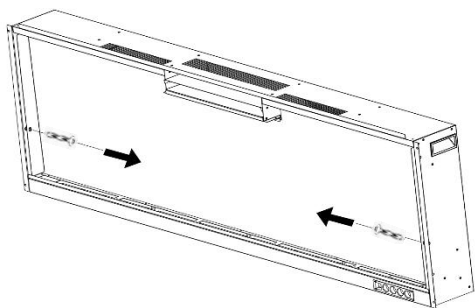

Fig. 2-1
A. Fjern skruerne (1 pr. side) fra siderne af pejsen. Læg skruerne til side (**fig. 2-1**)